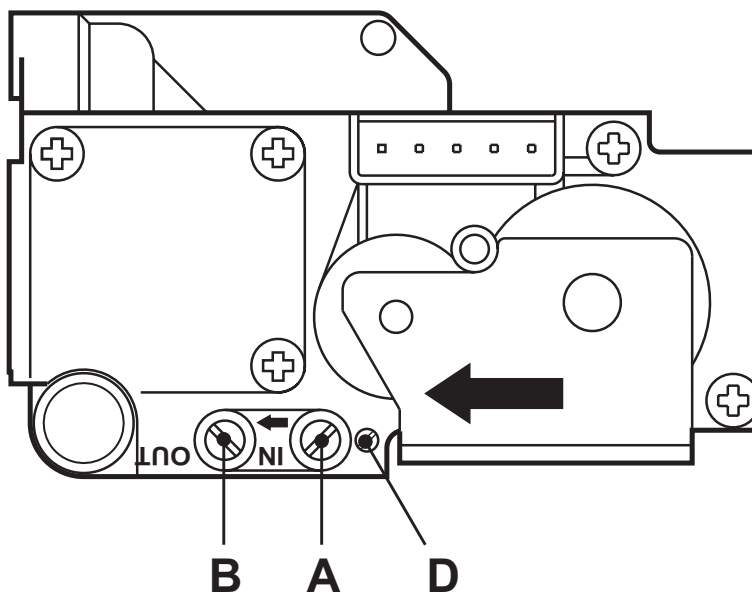

рис. 16 - Газовый клапан
- Подключите надлежащий манометр к контрольной точке "B" рис. 16, расположенной после газового клапана.
- Отрегулируйте минимальное давление с помощью регулировочного винта "D" рис. 16, поворачивая его по часовой стрелке для уменьшения и против часовой стрелки для увеличения.